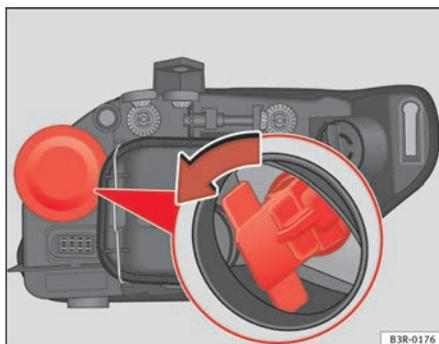

Fig. 204 Lâmpada das luzes indicadoras de mudança de direcção
- Extraia o porta-lâmpadas agarrando-o pela pega e rodando no sentido anti-horário ⇒ fig. 204.